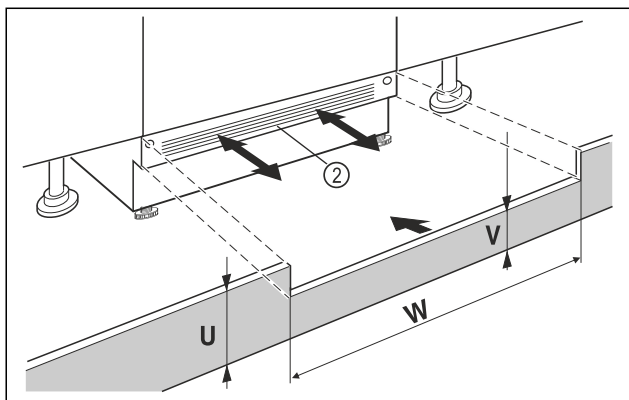

Fig. 15 Exempel
- ▶ Sätt på skåpets sockelpanel Fig. 15 (2) men fixera den inte än.
- ▶ Om sockelpanelen syns Fig. 15 (2) ska den dras framåt tills ventilationsgallret och möbelsockelpanelen ligger kant i kant.
- ▶ Om sockelpanelen är dold Fig. 15 (2) ska den skjutas bakåt så långt det går.
- ▶ Se till att ventilationsöppningarna är helt fria: Skär vid behov av möbelsockelpanelens Fig. 15 (U) på höjden!
- ▶ Längs nischens bredd passas Fig. 15 (W) stagets höjd Fig. 15 (V) under skåpets sockelpanel Fig. 15 (2) in.